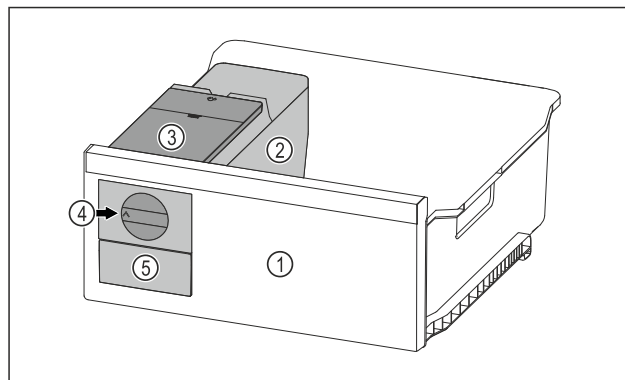

Fig. 68 Vejledende illustration
- ▶ Drej drejeknappen Fig. 68 (4) med uret indtil anslaget.
- ▷ Isterninger falder ud af isterningebakken og ned i isterningseskuffen Fig. 68 (5).